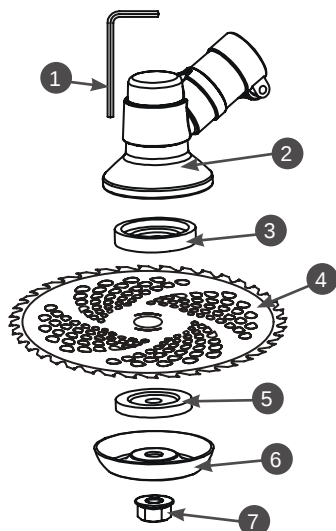

Рис. 3 Установка ножа
1. Установите защитную шайбу 3 на вал редуктора 2 (Рис. 3).
3. Установите в отверстие редуктора стопор 1 (Рис. 3).
4. Установите нож 4 на защитную шайбу 3 редуктора (Рис. 3).
5. Установите прижимную шайбу 5, опорную чашку 6 и закрепите гайкой 7 (Рис. 3).